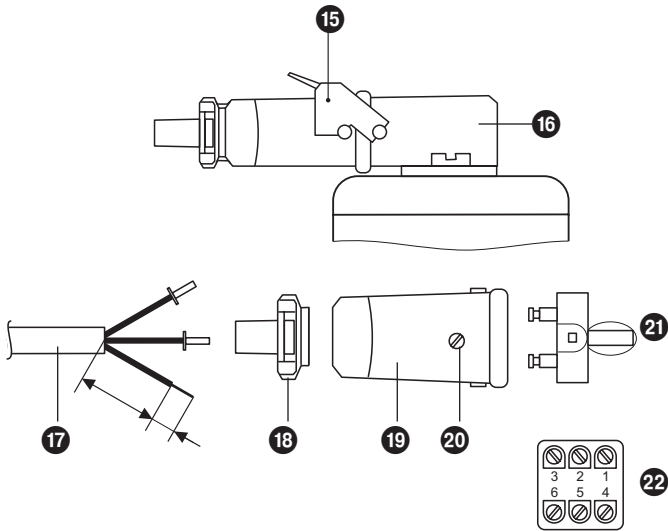

Fig. 4
- Haltebügel 15 hochklappen und Steckeroberteil 19 von der Niveauelektrode abziehen. **Fig. 4**
1. Haltebügel **15** hochklappen und Steckeroberteil **19** von der Niveauelektrode abziehen. **Fig. 4**